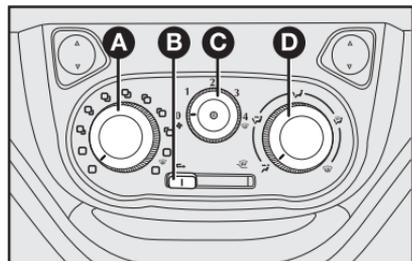

fig. 38
## COMANDOS - fig. 38
1) Seletor para a temperatura do ar **A-fig. 38** totalmente posicionado à esquerda.
2) Seletor do ventilador **C-fig. 38** posicionado na velocidade máxima.
3) Seletor de distribuição do ar **D-fig. 38** apontado para ; controlar para que todas as saídas de ar estejam totalmente abertas.
4) Ligar o ar-condicionado apertando o seletor a partir da posição 1 **C-fig. 38** (a luz-espia no seletor irá acender).
baçamento e ativar o condicionador, apertando o seletor **C-fig. 38**.
- 1) Condicionador de ar ligado: seletor **C-fig. 38**.